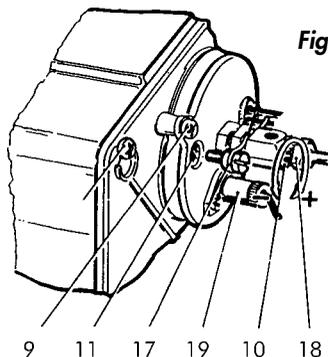

Fig. 8
- Efectúe el rearme mediante el botón (20).
- Regule la llama regulando el aire con el tornillo (13) y con la tuerca (12), y moviendo hacia adelante o hacia detrás el soporte de las boquillas (10); efectúe esta última regulación con el tornillo (17).
- Le aconsejamos que mueva hacia adelante el soporte de las boquillas "+" para caudales elevados o próximos al caudal máximo y que lo mueva hacia detrás "-" para caudales reducidos (véase la fig. 8).
**Nota:** Si el quemador no se pone en marcha, controle si la bomba se ha cebado y de no ser así, destornille manualmente el tornillo de conexión del manómetro (27) y vuélvalo a atornillar nada más que salga el fuel por el agujero.